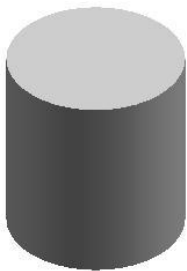

图5-41
2. 在【成形特征】工具条中单击【圆柱】按钮，弹出【圆柱】对话框，再单击 **直径, 高度** 按钮，弹出【矢量构造器】对话框，然后单击【-ZC 轴】按钮，并在【直径】和【高度】输入框中分别输入“82”和“90”，最后单击两次 **确定** 和 **创建** 按钮创建圆柱体特征，结果如图 5-41 所示。